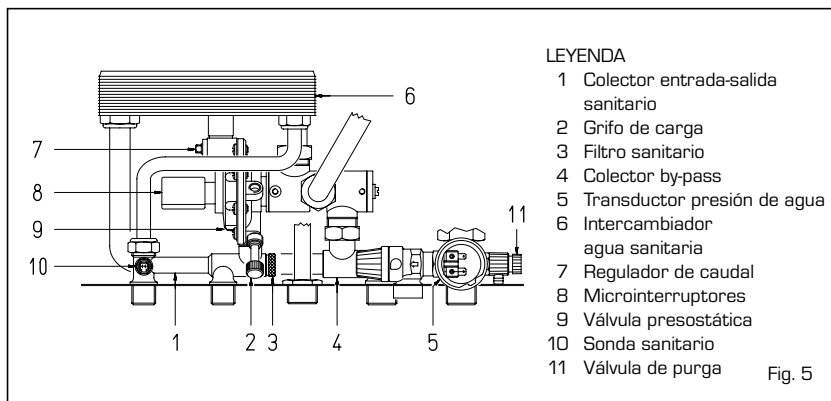

Fig. 5
- en los modelos "25 OF - 30 OF - 25 BFR - 25 BF - 30 BF" actuando sobre el grifo de carga de la válvula presostática [2 fig. 5].